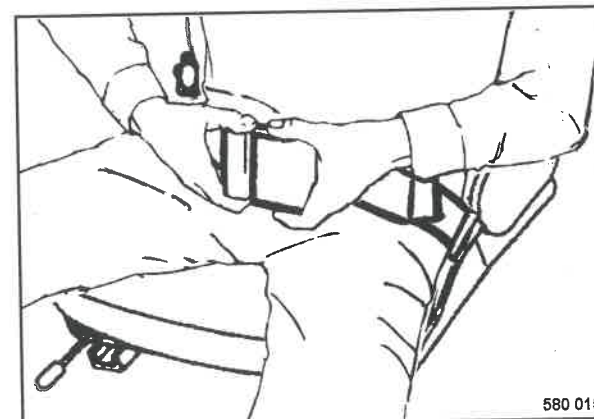

Fig. 41
- Allacciare la cintura di sicurezza (Fig. 41).